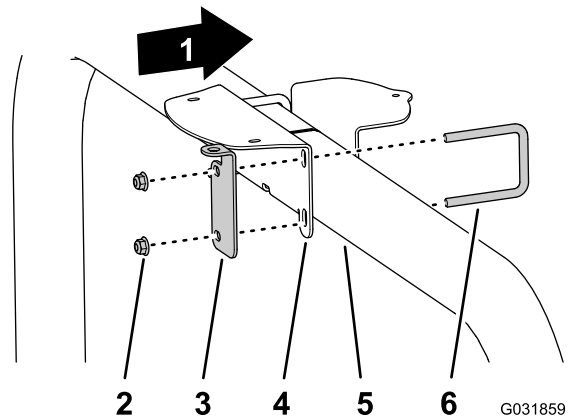

Figura 144
- Si la máquina tiene un sistema GNSS y el Kit de módem CDMA o GSM para la corrección de RTK, monte el soporte del receptor y el soporte de la antena RTK en el tubo del ROPS (Figura 144) con 2 pernos en U y 4 contratuercas con arandela prensada (3/8").